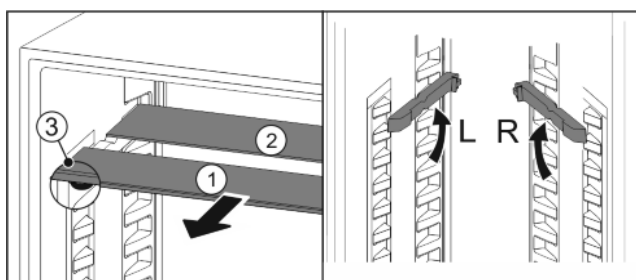

Fig. 19
- Retire Fig. 19 (1) las planchas de cristal individualmente hacia adelante.
- ▷ Plancha de cristal Fig. 19 (1) con el tope de extracción está adelante.
- ▷ Los topes apuntan hacia abajo Fig. 19 (3).